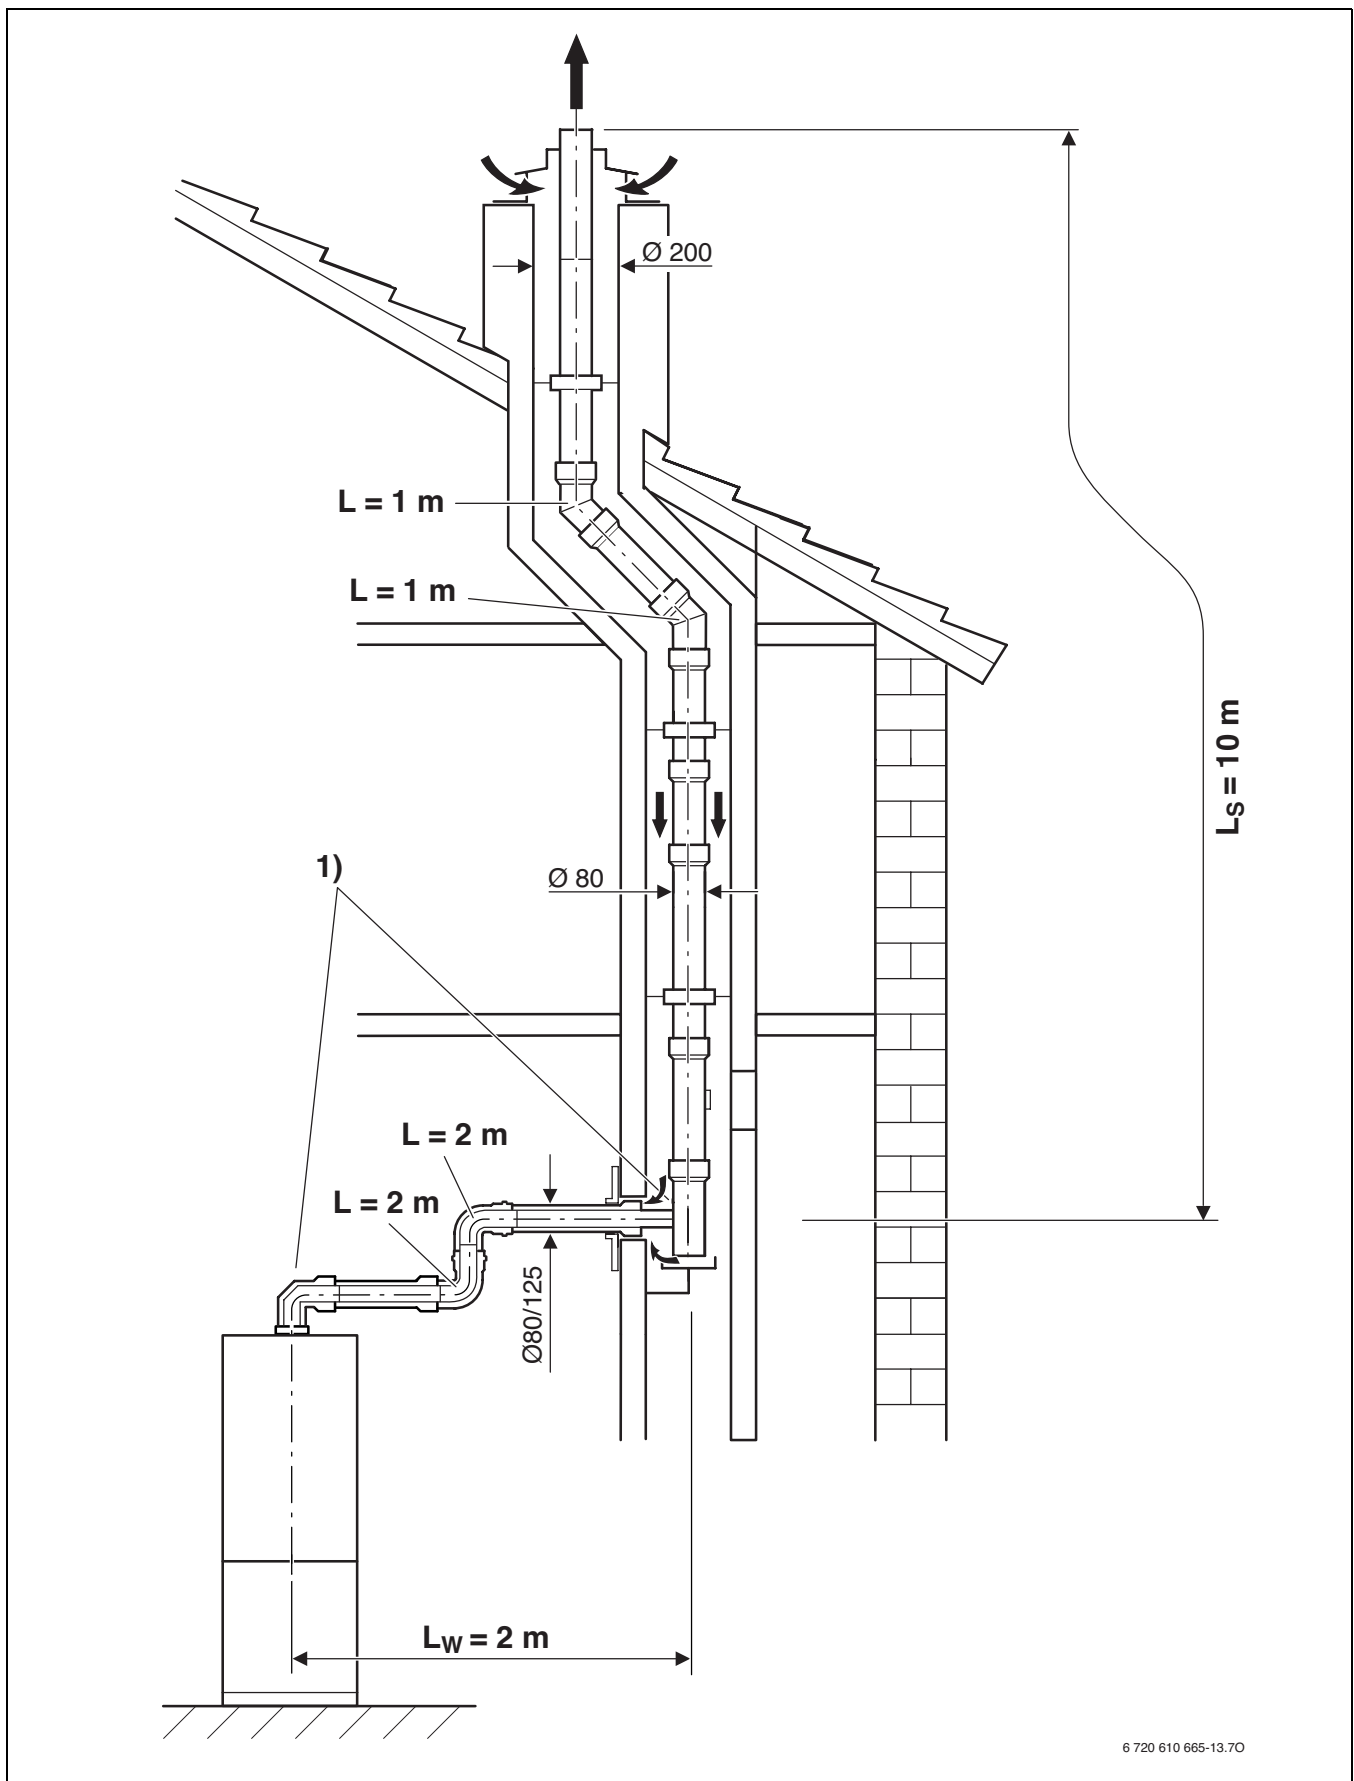

Bild 22
5.4 Beispiel zur Berechnung der Abgasrohrlängen (Bild 22)